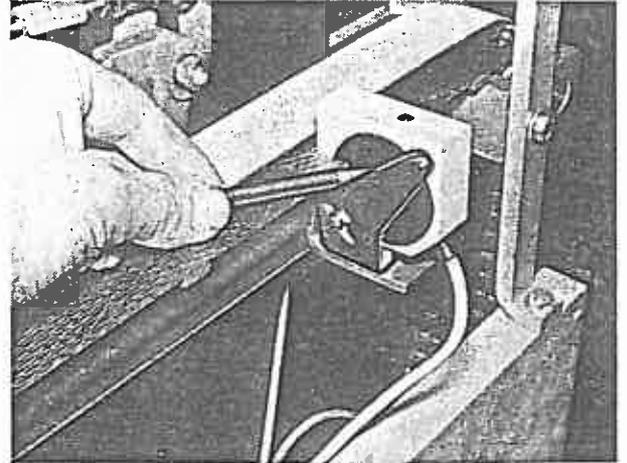

Bild 69
4. Stellung der Lichtschanke am Halter kennzeichnen (Bild 69).